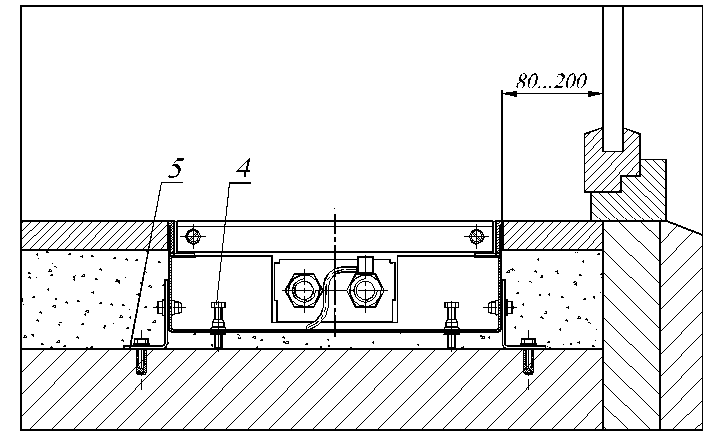

Рис.3
5.2 Конвектор монтируется в пол, для этого необходимо установить корпус конвектора в заранее подготовленный канал в полу и выровнять его по уровню пола, с помощью упорных болтов 4 закрепив опорами 5 (см. Рис.3).